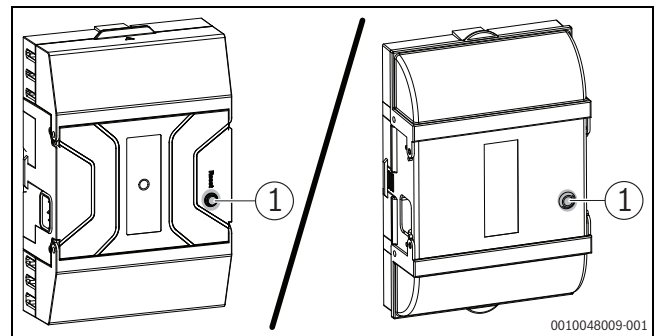

Bild 78 Störungen am Feuerungsautomat zurücksetzen
- ▶ Taste „Entstören“ am Feuerungsautomat mindestens 5 sec drücken (→ Bild 78).